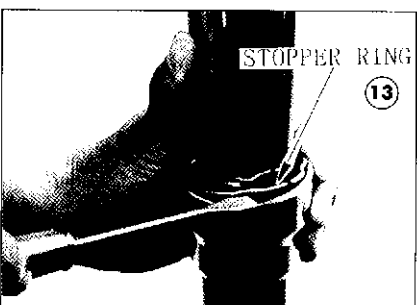

Fig. 7
- 8) Rimuovere il raschiapolvere e l'anello di fermo (Fig. 7).